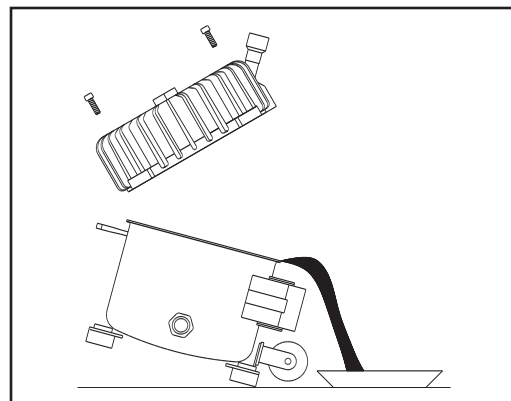
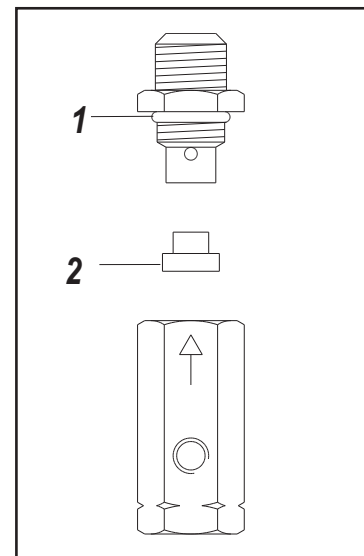

Abb.10
Abb.11
Folgendermassen vorgehen, Abb. 10:
- d) Undichtigkeit am Rückschlagventil. Das flexible Druckrohr muß vom Rückschlagventil abgenommen werden. Bitte prüfen Sie, ob aus dem Lufttank durch das Ventil entweicht. Wenn es passiert, den Ventildropfen losschrauben (Abb.11 Nr. 1), und den Gummipfropfen (Abb. 10 Nr. 2) und seinen Sitz mit einem trockenen Tuch genau saubermachen. Ist das Ventil undicht, muß dieses anwechselt werden.